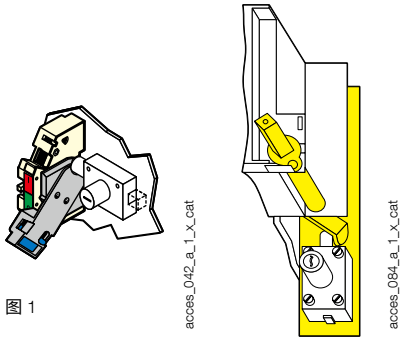

图 1
- 在正前面和正右侧面操作中用RONISEL11AP锁(图1)；